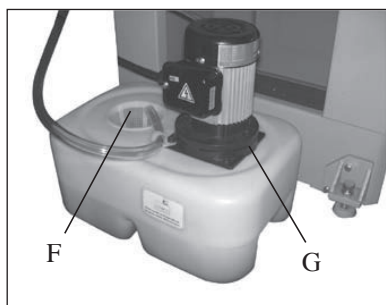

Bild 13
1. Ta bort pumpen genom att lossa de fyra skruvarna (G, fig.13) längst ner i pumpens fyra hörn.
2. Ta bort och rengör nätet (F, Fig.13) på behållaren.